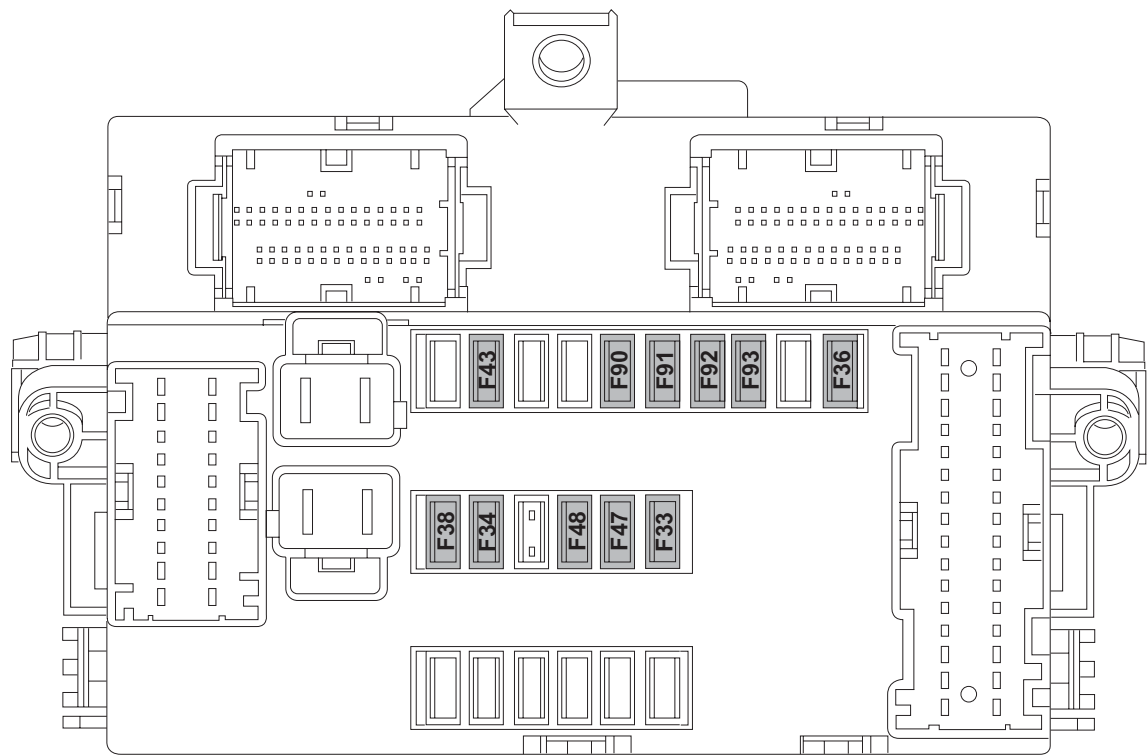

fig. 192
Les fusibles se trouvent dans la centrale porte-fusibles représentée en fig. 192.
**CENTRALE DE LA PLANCHE DE BORD****fig. 192****CONSOmmATEURS****FUSIBLE****AMPÉRAGE**